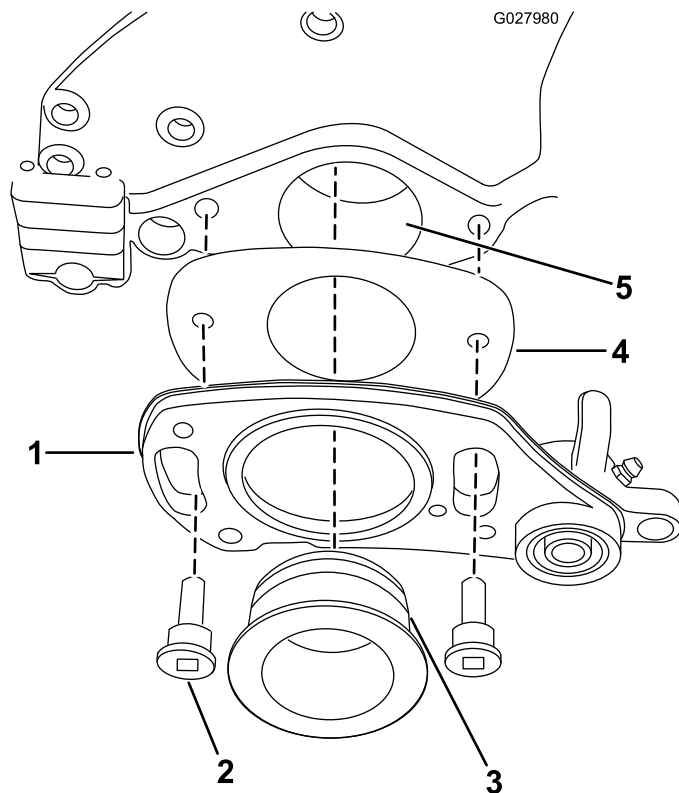

图7
13. 在 O 形圈和导向孔上涂抹一薄层润滑脂 图7。
14. 使用 2 个轴肩螺栓固定驱动组件如 图7 所示。
12. 将垫板滑动到右侧驱动组件后面如 图7 所示。